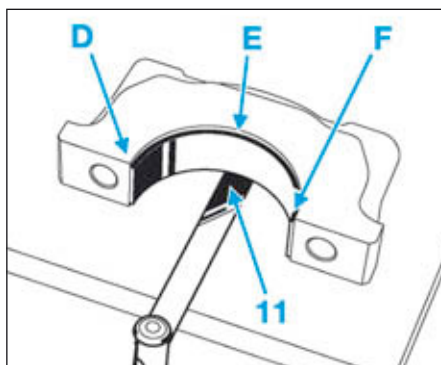

FIG.78
• Ajuster la position du coussinet sur les points (D) , (E) et (F) à l'aide d'une cale (11) d'une épaisseur de $2 \pm 0,1$ mm correspondant à la cote (X4) (Fig.78).